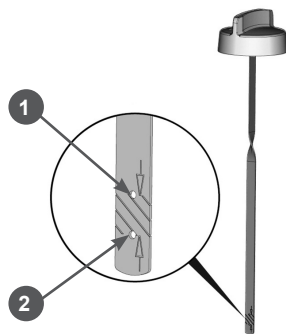

Рис. 13 Крышка-щуп маслосазливной горловины
10. Подождите 1 минуту, совместите выступы на крышке-щупе и пазы на маслосазливной горловине, установите крышку-щуп в отверстие маслосазливной горловины. Затем аккуратно выщипайте щуп и осмотрите его. Уровень масла должен соответствовать верхней отметке 1 на щупе (Рис. 13).